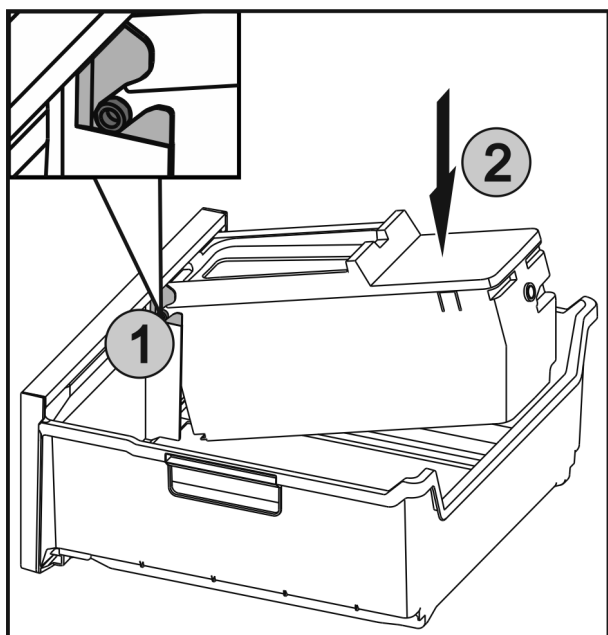

Fig. 73
- ▶ Inserire gli assi Fig. 73 (1) di EasyTwist-Ice nelle guide e premere la parte posteriore Fig. 73 (2) finché la linguetta non si innesta.